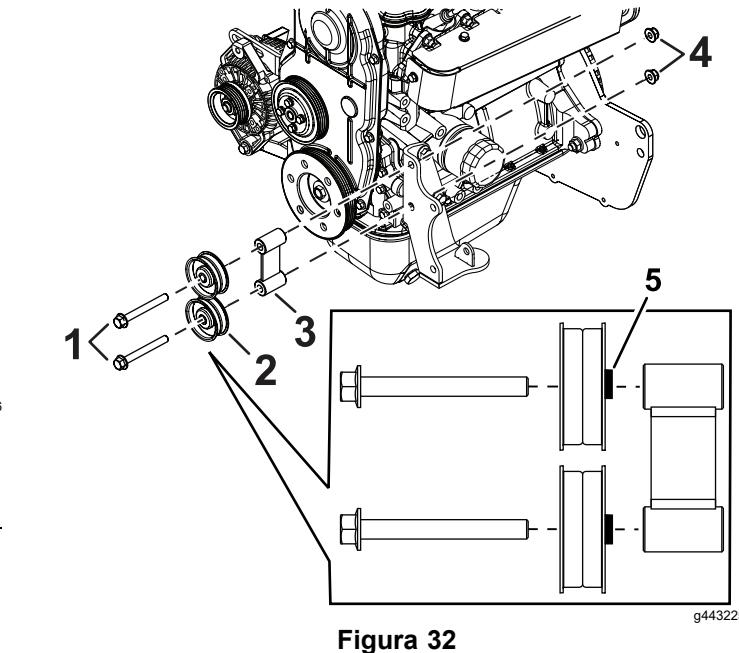

Figura 32
2. Instale as polias intermédias e o conjunto do tensor da correia com dois parafusos (3/8 x 3 1/4 pol.) e duas porcas de bloqueio (3/8 pol.); consulte a Figura 32 e Figura 35. Aperte os parafusos com 40,7 N·m.